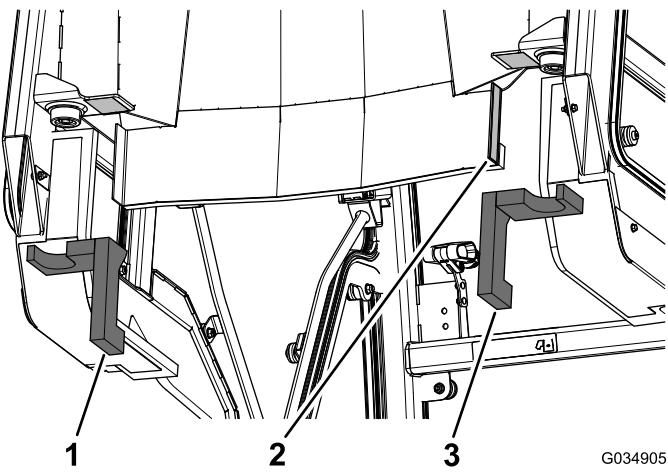

Figure 14
- Retirez la pellicule protectrice du ruban adhésif double face à l'arrière de la cabine (Figure 14).
- Appliquez les joints en mousse arrière gauche et arrière droit sur la cabine (Figure 14).